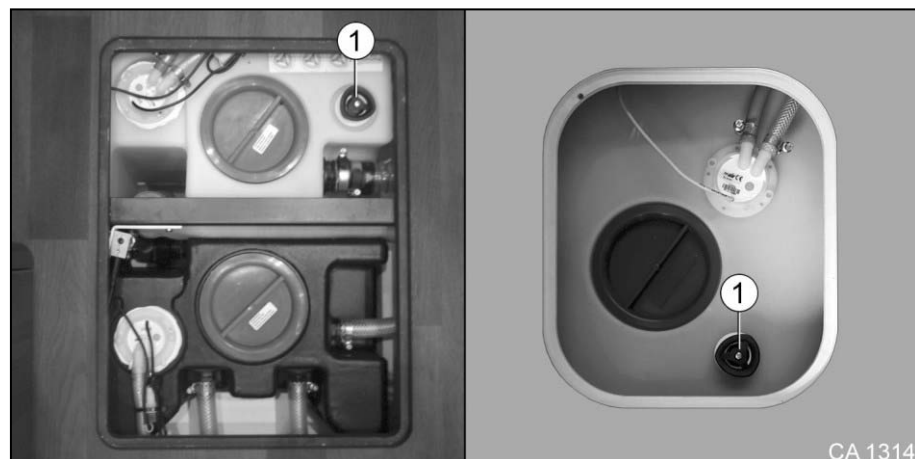

Fig. 137 Vidanger le réservoir d'eau fraîche
2. Ouvrir le robinet de vidange du réservoir d'eau fraîche (Fig. 137/1). L'eau résiduelle s'écoule vers le bas.
4. Fermer le robinet de vidange du réservoir d'eau fraîche (Fig. 137/1).